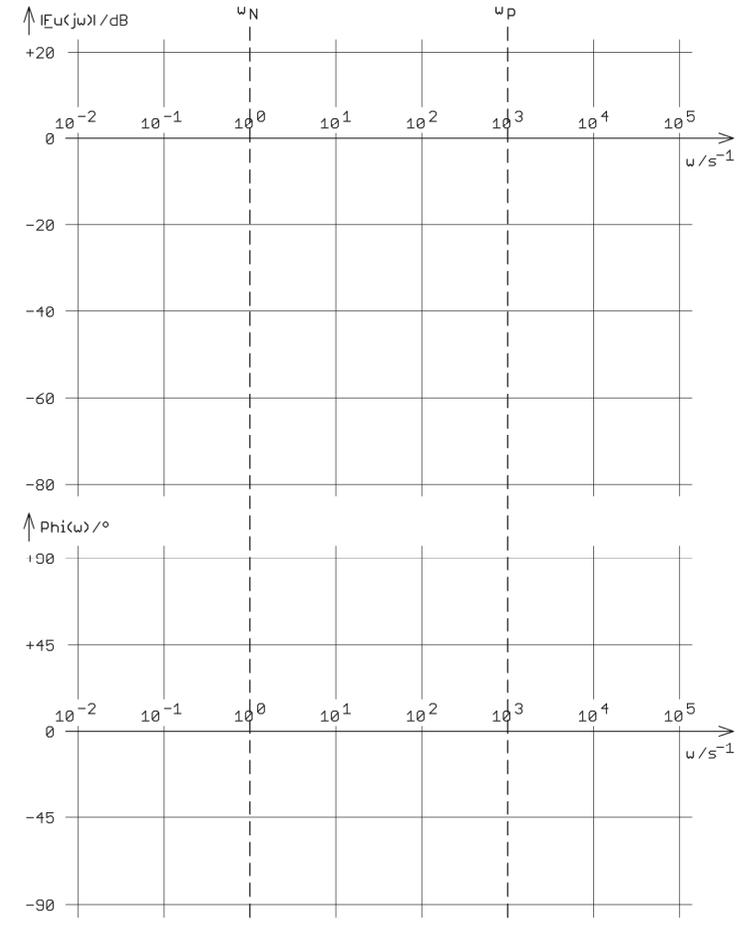

Abb. 3.2: BODE-Diagramm mit gegebenen Eck-Kreisfrequenzen ω_N ; ω_P
- c) Abb. 3.2 auf dem nächsten Blatt: Zeichnen Sie die Näherungsfunktion von Amplituden- und Phasengang für die vorgegebenen Eck-Kreisfrequenzen ein. / 7